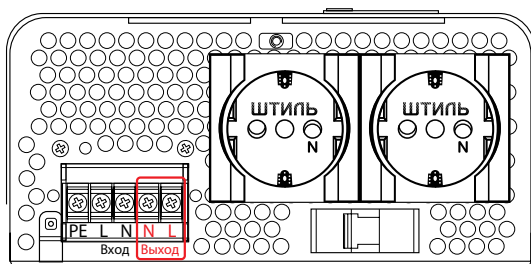

Рисунок 15. Стабилизаторы ШТИЛЬ IS2500, IS3000 и IS3500. Выводы «Выход N-L»
8. Убедившись в отсутствии напряжения на выходе стабилизатора, подключить нагрузку. Подключение нагрузки осуществляется у моделей IS350, IS550, IS800, IS1000, IS1500 и IS2000 к розетке, у моделей IS2500, IS3000 и IS3500 к розеткам и к выводам «Выход N-L» (**рисунок 15**). Рекомендованное сечение кабеля для подключения нагрузки к выводам «Выход N-L» – 2,5 мм².